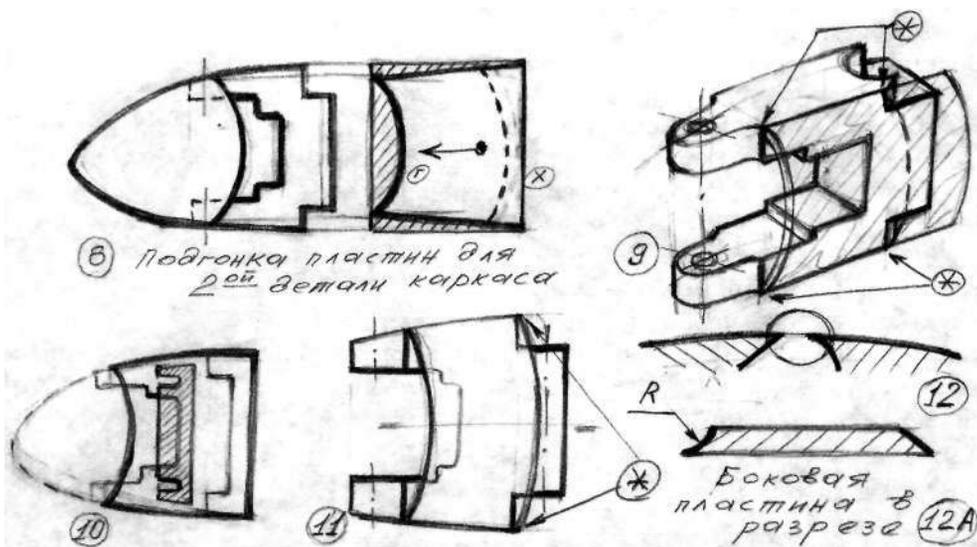

Рис. 5.41. Боковые пластины (посадка)
4. Но чтобы не «пролететь с вертикальным размером», одновременно с доводкой пластины второй детали необходимо совместить 2 соседних профиля, т.е. сопрягающие радиусы пластины и головы (п. 8 и 9). Обращу внимание на то, что пластина не должна выступать далее мест, указанных знаком (\*) на рис. 5.41. Если не сделать передний радиус сразу — вертикальный размер уйдет, т.к. пластина сдвинется вперед! Голова — основа,
6. Опилить по радиусу вторую сторону боковой пластины (поз. 11, рис. 5.41 до мест, указанных знаком \*).